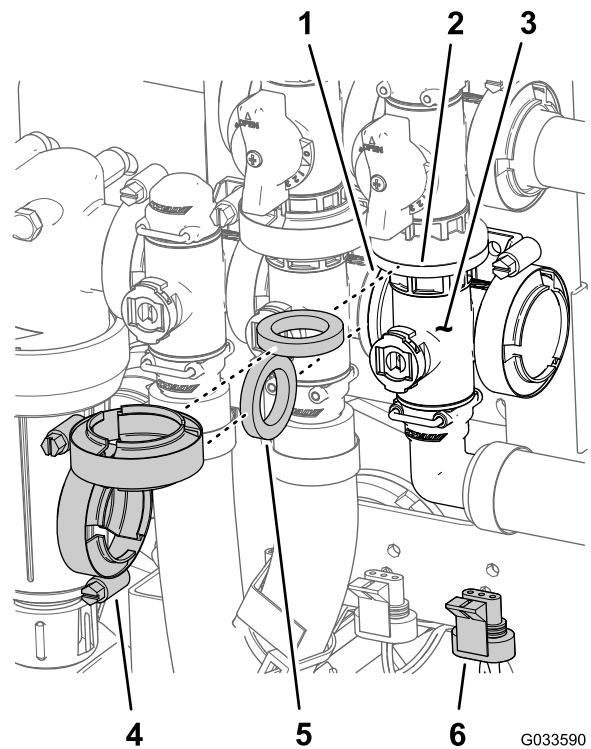

Figure 129
- Fixez le collecteur de la vanne maîtresse des rampes, le joint et la vanne de dérivation de la vanne maîtresse avec un collier serré à la main (Figure 129).
- Alignez la bride du collecteur de la vanne maîtresse, un joint et le collecteur de la vanne d'agitation (Figure 129).
- Fixez le collecteur de la vanne maîtresse, le joint et le collecteur de la vanne d'agitation avec un collier serré à la main (Figure 129).
- Alignez la bride du collecteur de la vanne maîtresse, un joint et la bride de la vanne de dérivation de la vanne maîtresse (Figure 129).
7. Montez la vanne d'agitation sur le support à l'aide du boulon à embase et du contre-écrou à embase (**Figure 129**) que vous avez retirés à l'opération 3 de Dépose de la vanne maîtresse des rampes sur le collecteur \(page 84\), et serrez l'écrou et le boulon à un couple de 10 à 12 N·m.